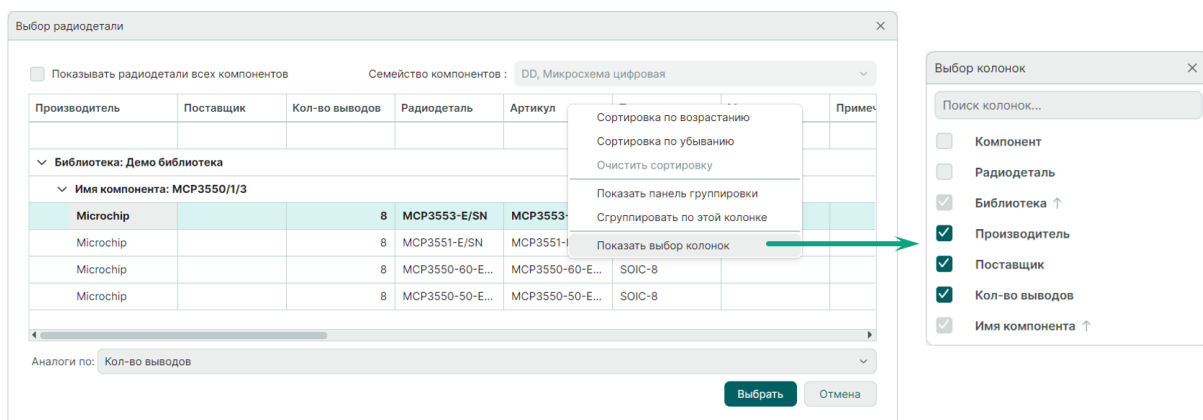

Рис. 101 Выбор отображаемых колонок
2. Выбор столбцов для отображения осуществляется в окне «Выбор колонок». Для этого вызовите контекстное меню на заголовке колонки и выберите команду «Показать выбор колонок». Для включения/отключения отображения колонок в окне «Выбор колонок» установите/снимите флаг напротив наименования нужного столбца, см. Рис. 101.